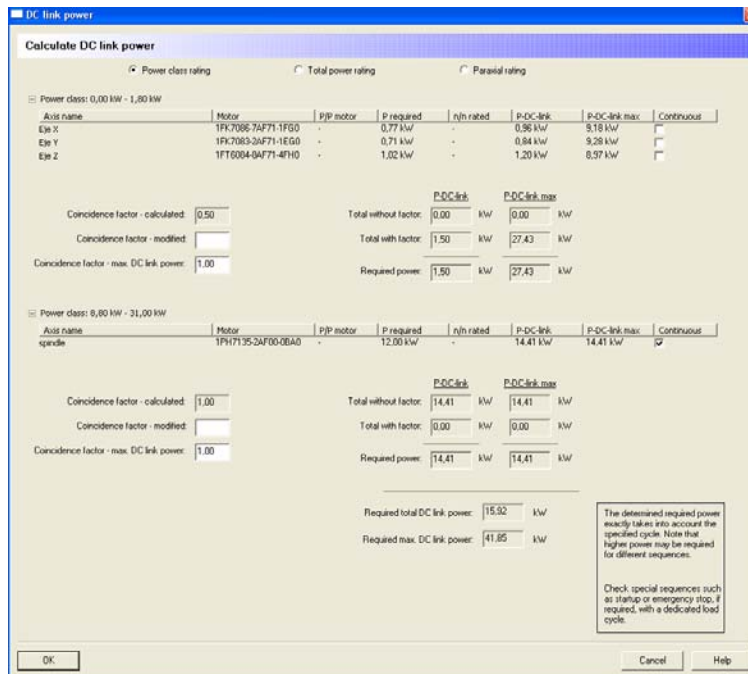

Figura 3.2.98 "DC link power"
- *DC link power* (figura 3.2.98): Sizer ofrece la posibilidad de calcular la potencia requerida por el bus de corriente continua de tres formas diferentes: